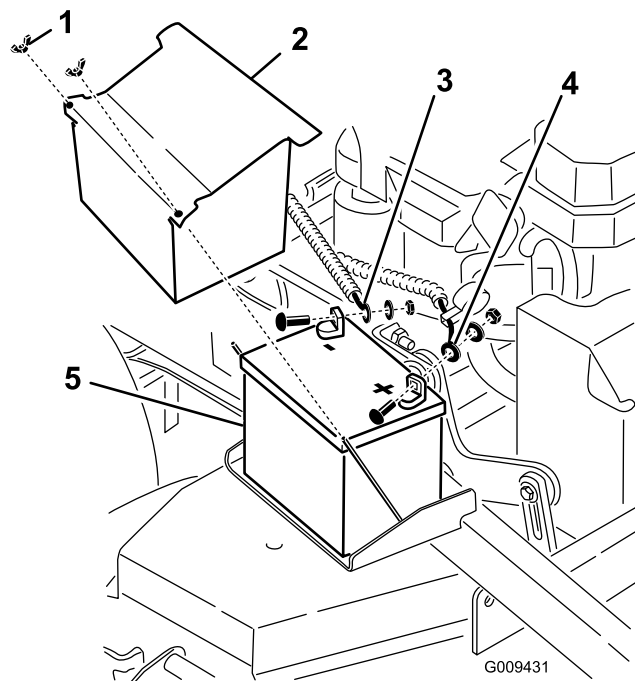

Figure 52
4. Débranchez le câble négatif de la batterie de la borne négative (-) de la batterie (Figure 52).
6. Débranchez le câble positif (rouge) de la batterie (Figure 52).
7. Déposez la plaque de maintien de la batterie (Figure 52) et enlevez la batterie.
1. Placez la batterie sur la machine (Figure 52).
3. Reliez le câble positif (rouge) à la borne positive (+) de la batterie avec un écrou, une rondelle et un boulon (Figure 52).
5. Reliez le câble négatif et le câble de masse à la borne négative (-) de la batterie avec un écrou, une rondelle et un boulon (Figure 52).